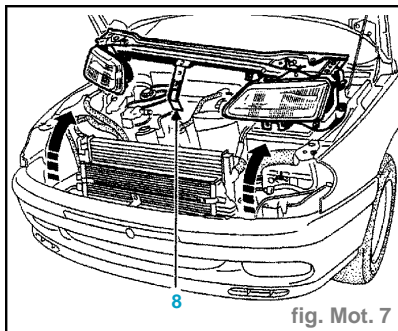

fig. Mot. 7
- Après avoir enlevé la dernière vis de fixation (8), déposer l'ensemble façade avant/optique (fig.Mot. 7).